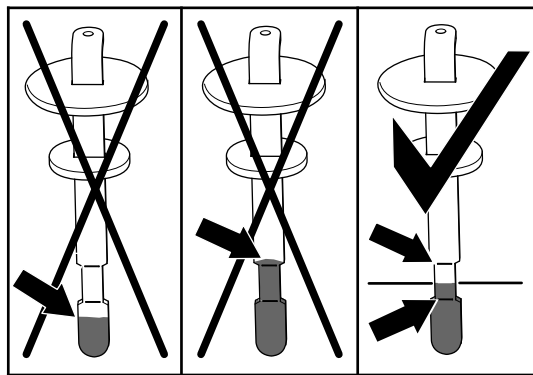

Рисунок 122
6. Извлеките щуп и проверьте уровень рабочей жидкости (Рисунок 122).